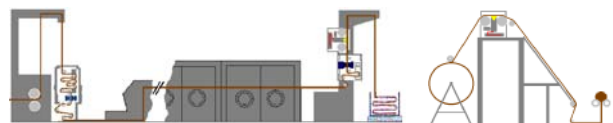

Bild 6: Endkontrolle
- c) Warenendkontrolle (Dokumentation für Kunden) (Bild 6)